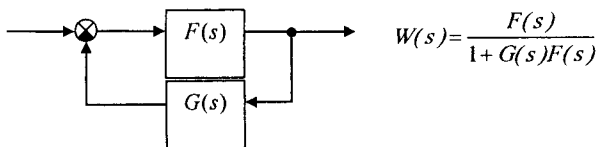

Рисунок 2.3 – Контур з від'ємним зворотним зв'язком
- контур з від'ємним зворотним зв'язком (рис. 2.3)